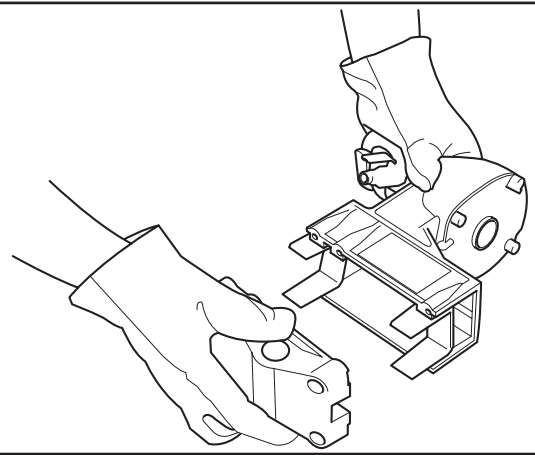

Fig. 15
1. Lossa de fyra skruvarna och låsvredet på maskinens baksida. Byt de två glidplattorna när bakstycket ska bytas (Fig 15).
1. Løsn de fire skruer og låsegrebet på maskinens bagside. Udskift de to glideplader, når bagstykket skal udskiftes (Fig. 15).
1. Løsne de fire skruene og låsehåndtaket på maskinens baksida. Bytt de to glideplattene når bakstykket skal byttes (Fig. 15).